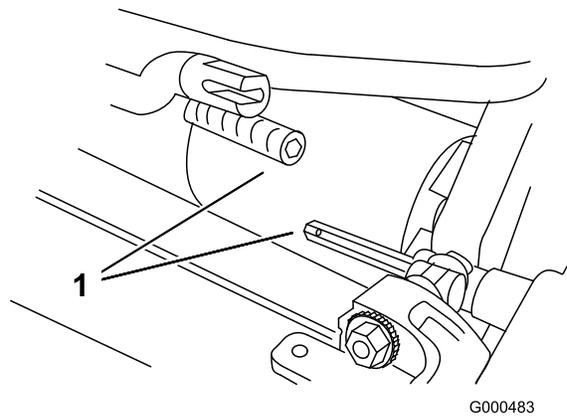

図 53
6. カッティングユニットを51 mmくらい引出し、次に右に引き出してトランスミッションのカップリング（図 53）を外す。